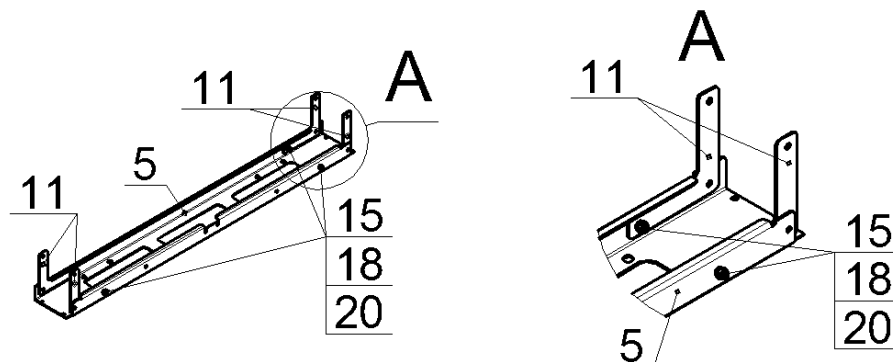

Рис.5
5. Закрепить на профилях боковых, нижних (937мм), поз.5, угольники, поз.11 на крайние отверстия, болтами М6, гайками и шайбами поз.15, 18 и 20, как показано на рис.5. Гайки не затягивать: